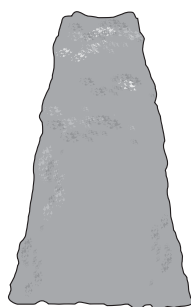

Fig. 23
**NOTE: REMARQUE:** Il est recommandé de tailler les haies en forme de trapèze (Fig. 23). Une coupe trapézoïdale correspond à la courbe de croissance naturelle des plantes et expose la base à la lumière du soleil, facilitant ainsi la croissance.